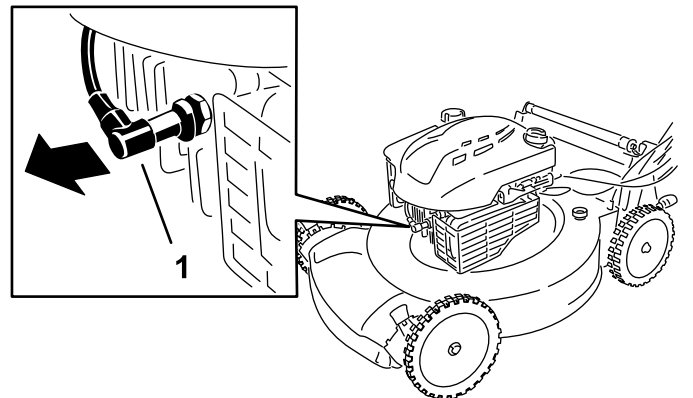

Bild 23
2. Ziehen Sie den Kerzenstecker von der Zündkerze ab (Bild 23).
2. Klemmen Sie das Zündkabel von der Zündkerze ab (Bild 23).